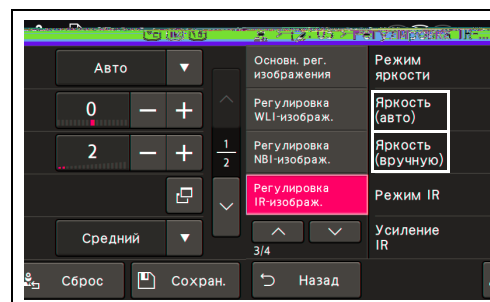

Рис. 4.2
- 6 Коснитесь кнопки «Сохранить». (См. рис. 4.2)